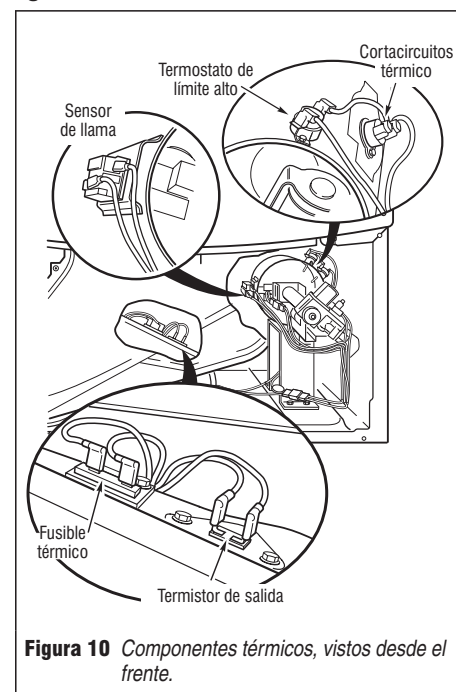

Figura 10 Componentes térmicos, vistos desde el frente.
Ubique los componentes usando la figura 10.
- 5.** Ubique el termostato de límite alto. Vea la figura 10. Mida la continuidad a través del termostato conectando las sondas del medidor en las terminales del alambre rojo y del alambre azul.
- Compruebe las conexiones de los alambres a los componentes electrónicos del control de la máquina y al termistor. Vea Acceso y remoción de los ensamblajes electrónicos, en la página 10 y la figura 10 en la página 6 para la ubicación del termistor.
2. Logre acceso al fusible térmico retirando primero el panel de pie. Vea Remoción del panel de pie en la página 10, y la figura 10 en la página 6 para la ubicación del fusible térmico.
3. Con un ohmímetro, compruebe la continuidad a través del fusible térmico. Consulte la figura 10 para ver la ubicación.
3. Con un ohmímetro, compruebe la continuidad a través del cortacircuitos térmico. Consulte la figura 10 en la página 6 para ver la ubicación.